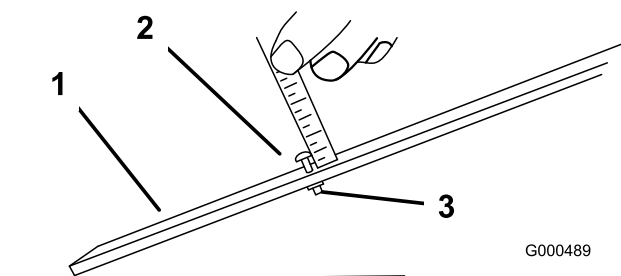

図 48
3. ゲージバー図 48のナットをゆるめ、調整ネジを希望の刈り高に合わせるねじの頭の下からバーの表面までの距離が刈り高となる。